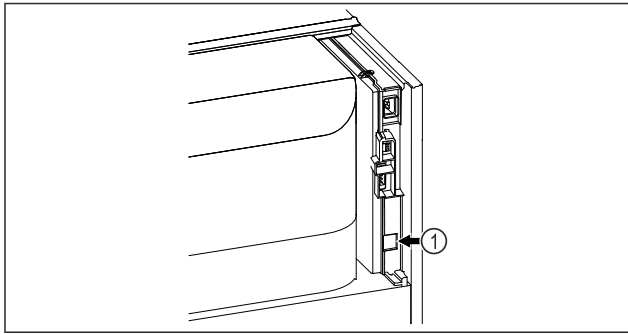

Fig. 100
- ❑ SmartModule Fig. 100 (1) ir ievietots.